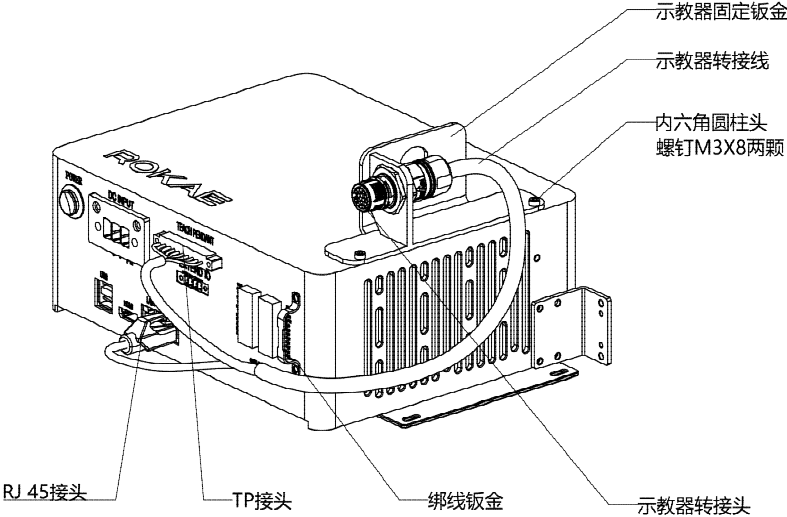
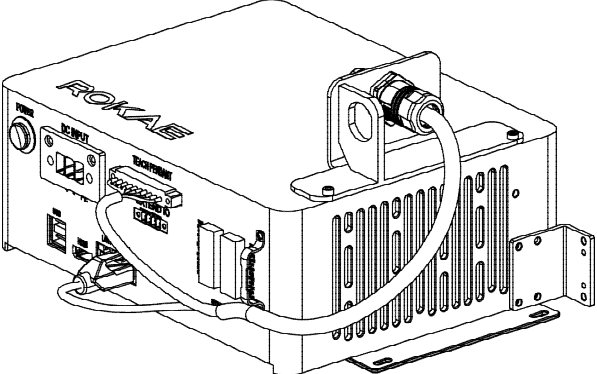

图 5-12 安装示教器转接线束
图 5-14 示教器固定钣金朝左安装示意图
(3) 将示教器转接线接头穿过钣金，并用用活动扳手将示教器转接头的螺母拧紧，使示教器接头固定在钣金上面。如下图 5-12 所示。
(4) 教器转接线的 xPad 接头和 RJ45 接头分别与控制柜的 TEACH PENDANT 接口（原 xPad 接口）和 LAN2 接口对插（注意接口，请勿插错），并用扎带将插头附件的线束固定在控制柜 IO 接口旁的绑线钣金处，最终效果参考图 5-12。
(5) 将示教器上的线缆接头，与图 5-12 所示的示教器转接头对插并锁紧，即可正常使用示教器。示教器连接示意图如下图所示。
此套方案只针对选配有示教器转接线套件的用户使用。其中示教器转接插头提供两种安装方式，分别为朝前和朝左两种安装方式。图 5-12 展示的为朝前安装方式，也是示教器转接线套件的默认安装方式。朝左安装方式参考图 5-14。